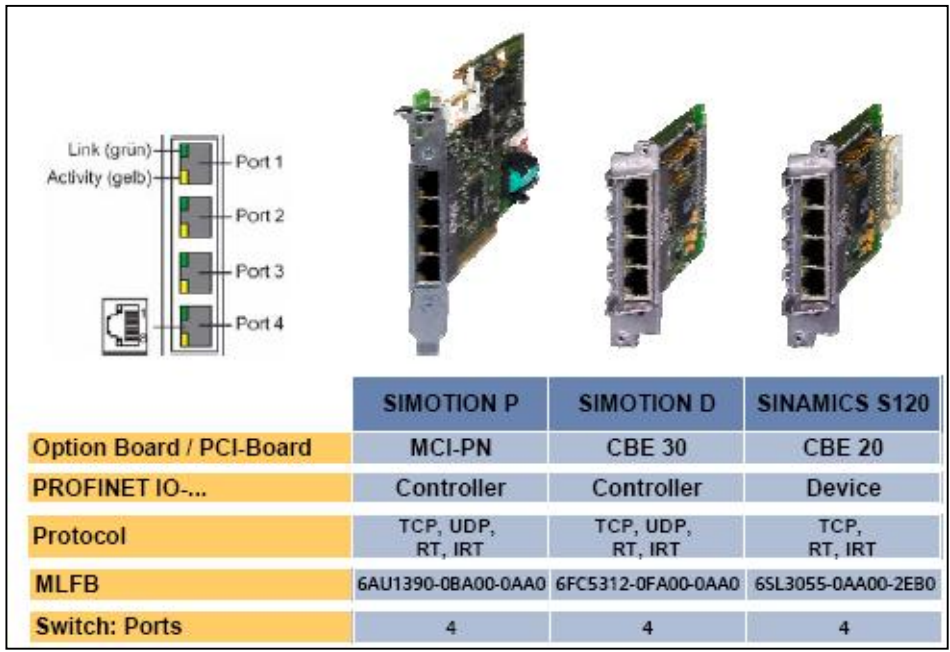

图 16.
- (1) 为了实现 Simotion D4x5/D445-1 与 Sinamics CU320 之间的 Profinet 通讯, 必须选择相应的通讯选件板, 见图 16。